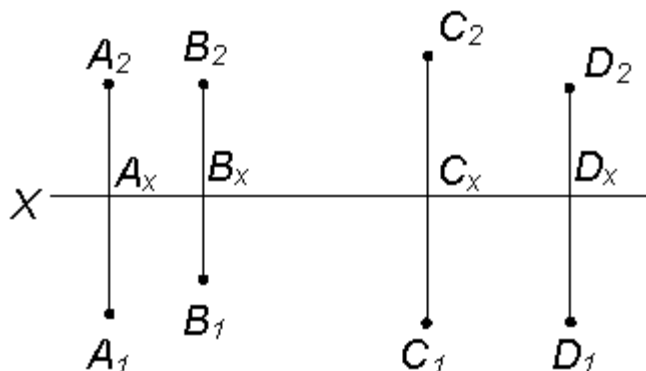

Рис. 2.20
4. Сравнить положение точек относительно плоскостей проекций π_1 и π_2 и между собой. Сравнение ведется по характеристикам или признакам. Для точек эти характеристики есть расстояние до плоскостей π_1 ; π_2 (рис. 2.20).